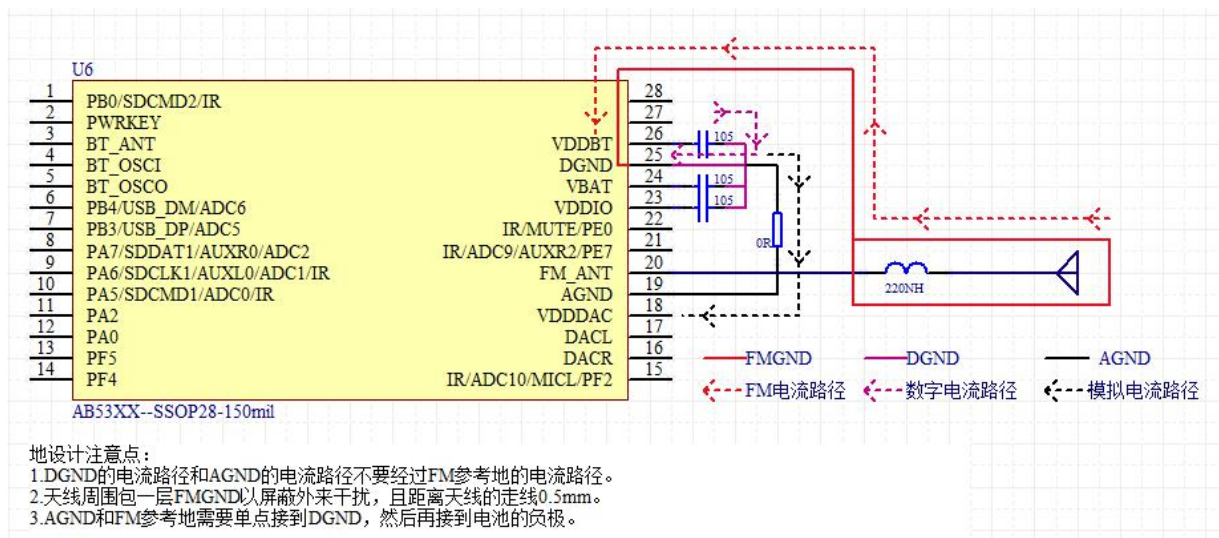
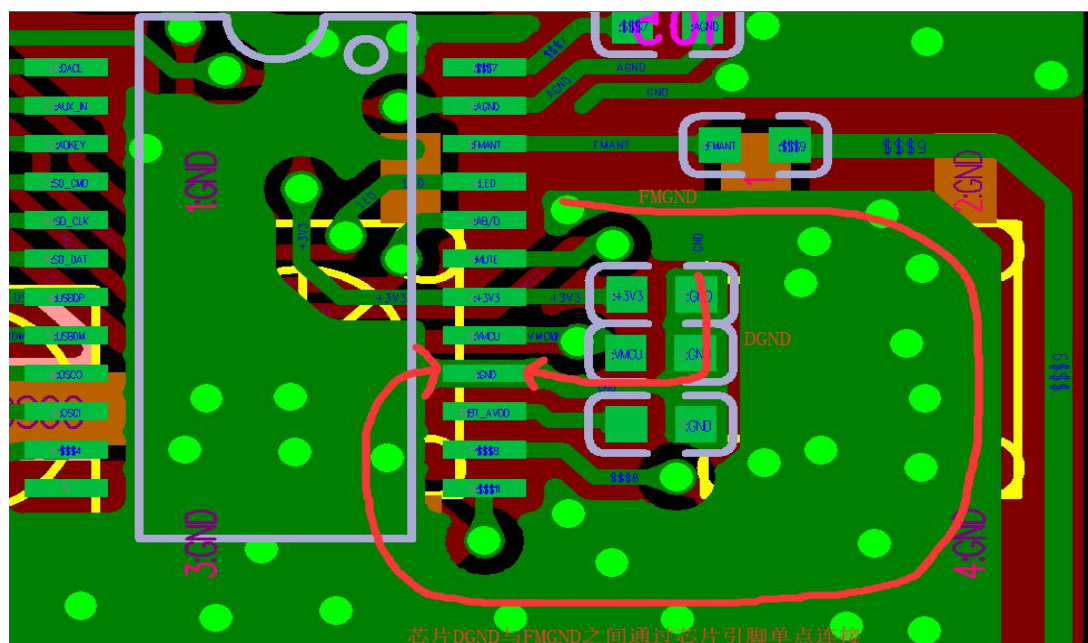

图 1-3
图 1-4
- c) PCB 设计为 4 层板时，在 FM ANT 走线的同一层，铺铜间距至少 0.6mm，在 FM ANT 走线的下方，需要挖空第二层，挖空大小为距离 FM ANT 走线 0.6mm 的区域，第三层以及第四层需要铺地。PCB 设计为 2 层板时，在 FM ANT 走线的同一层，铺铜间距至少 0.6mm，在 FM ANT 走线的下方另外一层，需要铺地，保证 FM 信号参考地的完整。如图 1-4。
- ① 芯片只有 DGND 和 AGND，AGND 需要单点接到 DGND，FM 的 GND 也是参考 DGND，这时 FMGND 需要通过芯片的 DGND 单点接在一起，原理如图 1-3，PCB 设计如图 1-4：